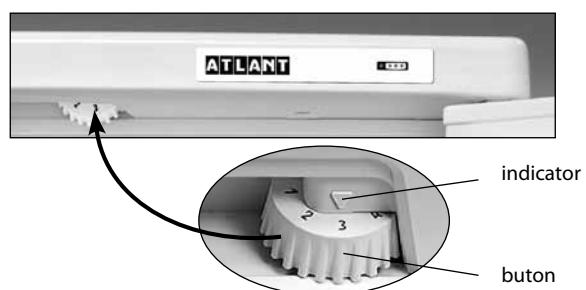

Figura 3 – Reglarea temperaturii
**1.5** Elementul de reglare a temperaturii din frigider, în conformitate cu Figura 3 este butonul de reglare a temperaturii (numit în continuare – buton), care se află sub masca frigiderului. Butonul se rotește în sensul acelor de ceasornic sau în sensul contrar al acestora și are diviziuni numerice. Diviziunea "1" corespunde celei mai joase setări de temperatură (răcire minimă) în camera frigorifică, diviziunea "7" – celei mai înalte setări de temperatură (răcire maximă). Pentru a regula temperatura, fixați diviziunea butonului sub indicator.
Deschideți ușa CF și fixați sub indicator diviziunea "2" a butonului. Închideți ușa CF. Pentru setarea temperaturii optimale pentru păstrarea produselor în camera frigorifică, efectuați reglarea cu ajutorul butonului în conformitate cu figura 3. În cazul dacă după ajustarea sau schimbarea condițiilor de exploatare compresorul a început să funcționeze continuu, este necesar de a roti rola în direcția reducerii decalajului digital până când se fixează cu clic în termostat. După ajustare temperatura în frigider se menține în mod automat.